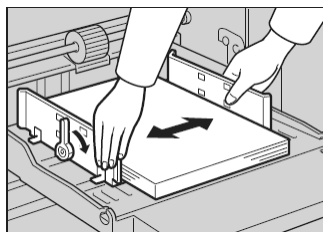

图 5-11 调整进纸的合适位置
- ④ 务必让进纸侧导向板与纸张轻轻接触，将锁定杆移回到原来的位置，并将进纸盘调整杆移到进纸位置，调整进纸的合适位置如图 5-11 所示。开始印刷前，进纸盘必须与进纸位置对齐，否则，可能会导致卡纸。